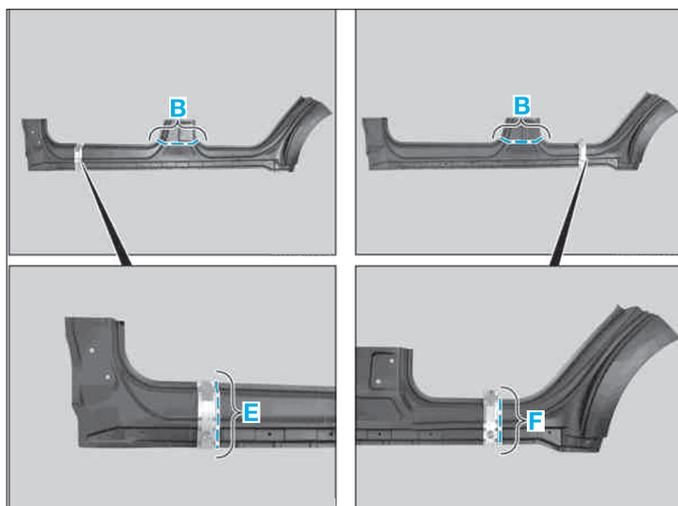

FIG. 84
- Tracer les coupes (B), (E) et (F) (Fig.84) sur le bas de caisse neuf.